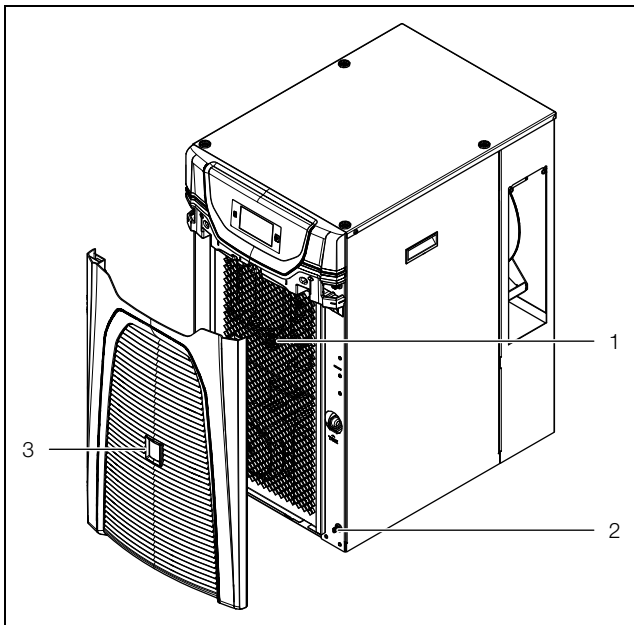

Fig. 31: Rimozione della griglia di aerazione 3320200 e 3334300
- Nella parte anteriore del chiller, rimuovere la griglia di aerazione (fig. 31, pos. 3) staccandola dalla clip di fissaggio (fig. 31, pos. 2) e riporla in un luogo sicuro.